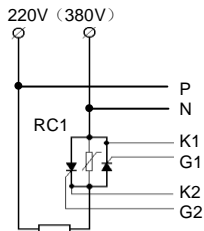

图 12: C2 型应用二
3. C2、C8 类型采用传统触发方式, 触发有极性且必须接同步信号线, 请严格参照前文图 11、图 12、图 15 相关接线图连接。